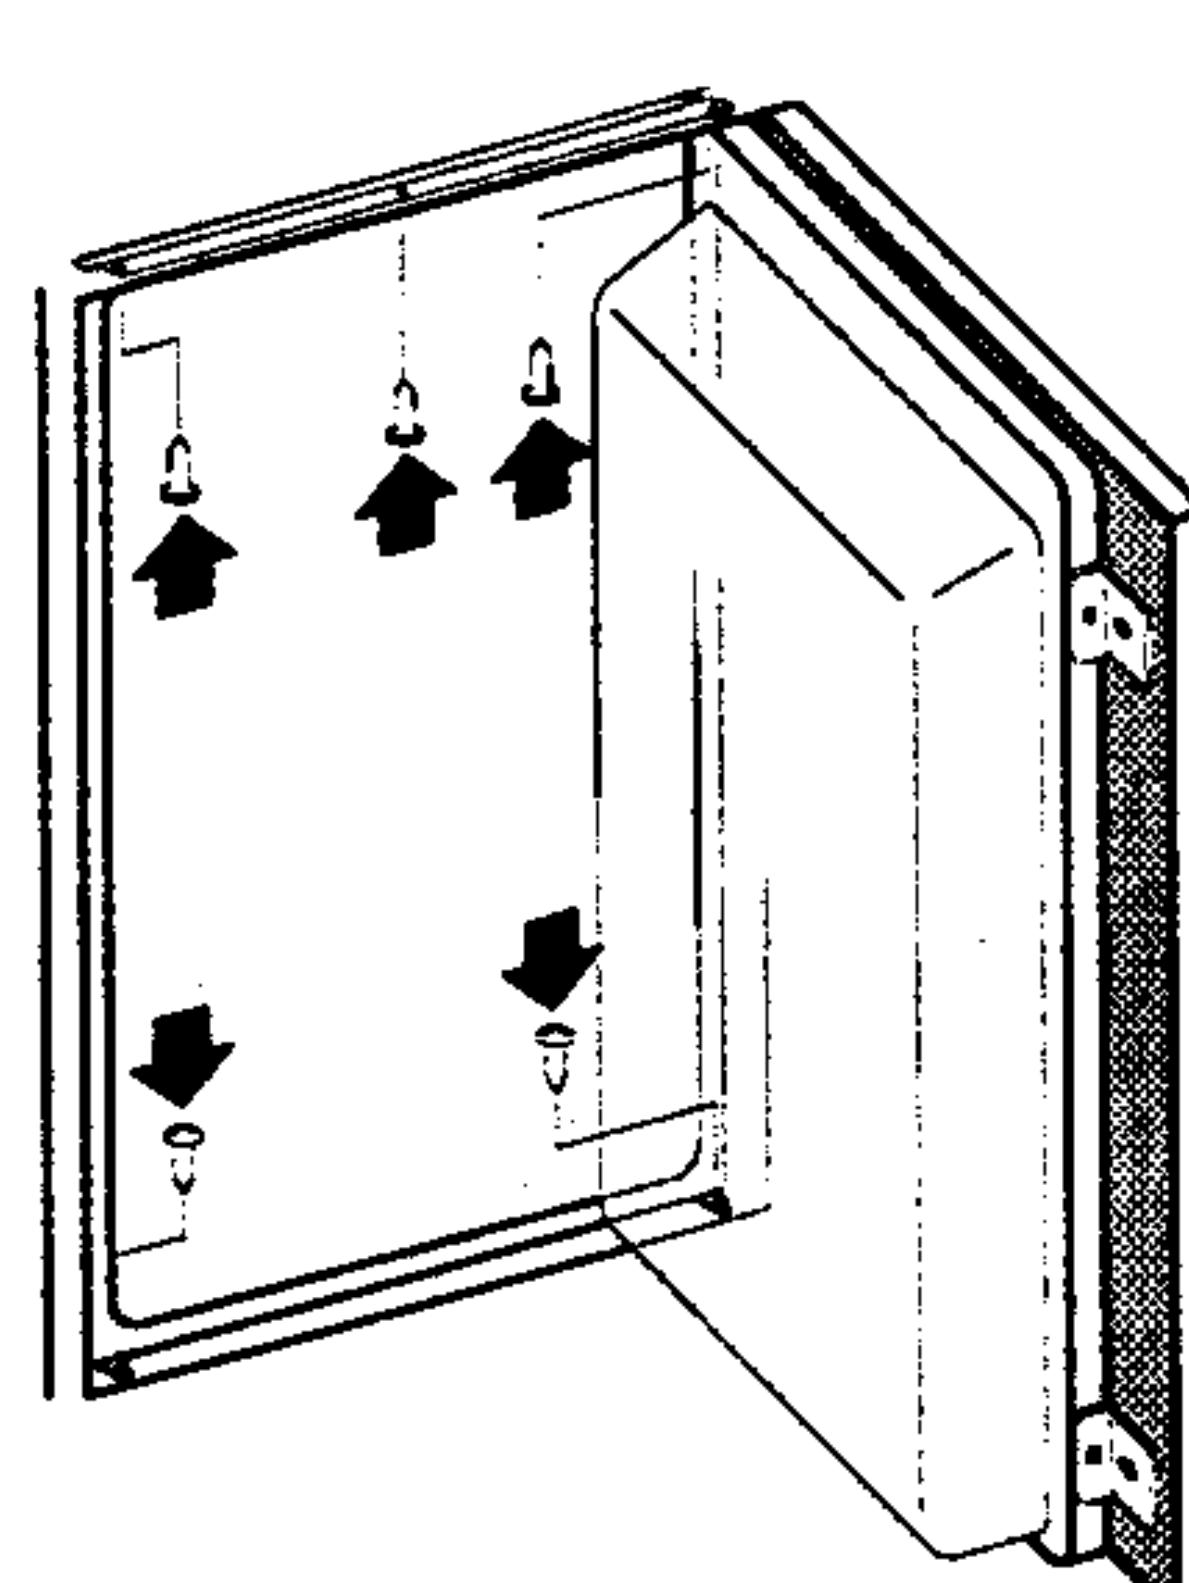

figure. 5
- A la fin, fixez l'appareil dans le meuble. Vissez l'appareil à la partie haute du meuble avec trois vis par la plaquette du haut (A 4 x 12) et au fond du meuble avec deux vis par les pivots inférieurs (A 4 x 16). Forez les trous de ø 3 x 5 pour les vis de (Figure 5).